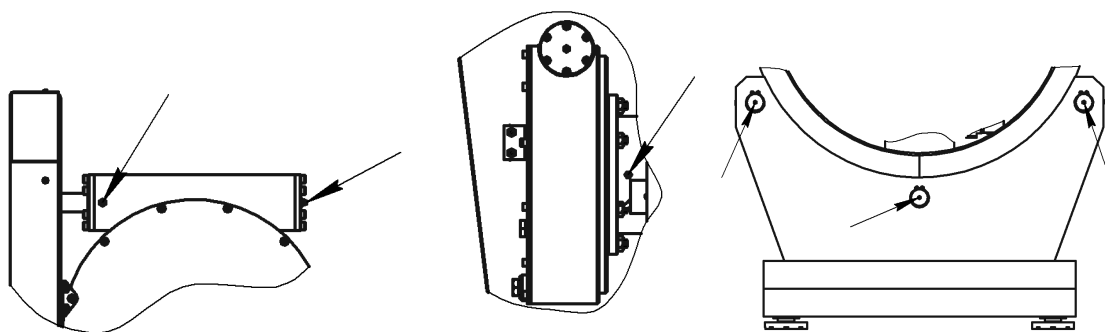

Рис. 3 Точки смазки станда
8.1. Не реже одного раза в 6 месяцев смазывать через пресс-масленку солидолом синтетическим ГОСТ 4366-76 подшипники шпинделя, редуктора и ролики. Точки смазки указаны на рис. 3.